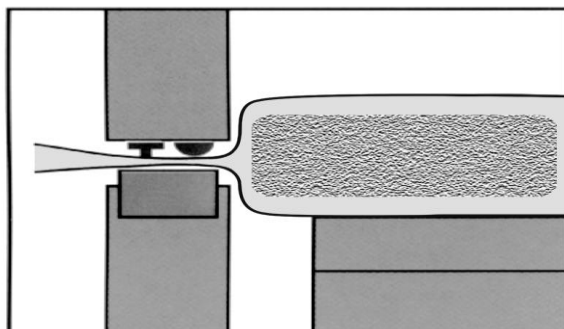

Fig. 2
- Placer le sac contenant le produit dans la zone d'évacuation. Le produit dans le sac doit être aussi proche que possible de la barre de scellage (voir Fig. 2) afin d'améliorer l'apparence et de permettre une meilleure étreté du produit.